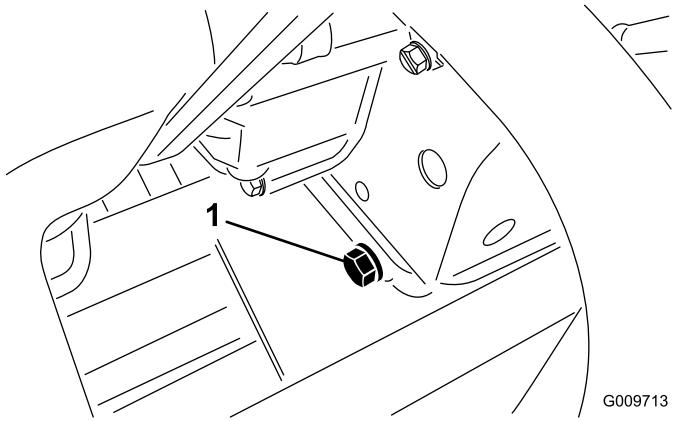

図 52
1. ドレンプラグ 図 52 を外してオイルを容器に受け る。オイルが抜けたらドレン・プラグを取り付ける。